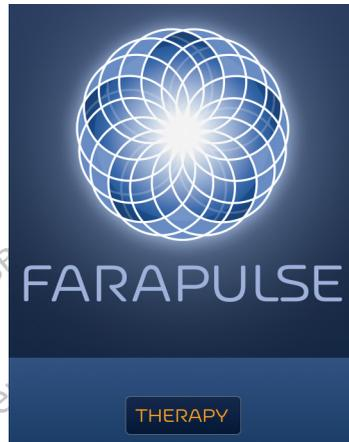

Figura 4. Schermata iniziale
4. Una volta effettuato l'accesso, viene visualizzata la schermata iniziale, come illustrato in Figura 4. Premere THERAPY (TERAPIA) per accedere alla schermata Therapy (Terapia).
Una volta completata la sequenza per terminare la procedura, viene nuovamente visualizzata la schermata iniziale (vedere Figura 4). È possibile spegnere il sistema spostando l'interruttore principale sul retro dell'unità in posizione OFF (SPENTO).